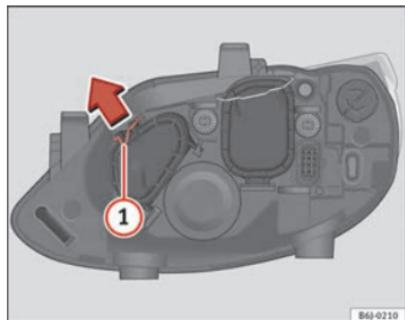

Fig. 143 Luz de carretera
- Desplace el tirante ① en el sentido de la flecha y saque la tapa ⇒ fig. 143.